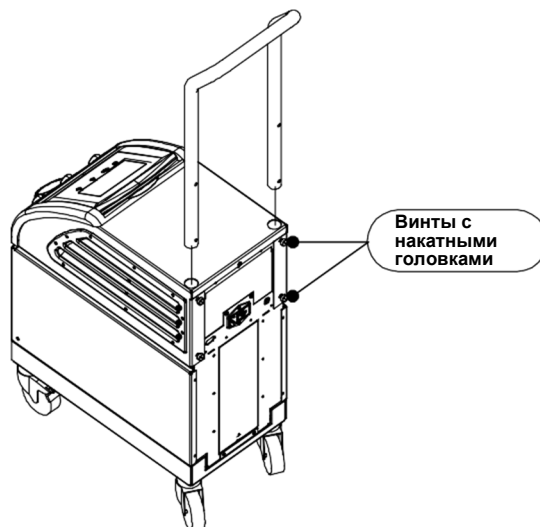

Рисунок 12: Установка ручки
Ручка съемная, закрепляется с помощью четырех винтов с накатной головкой на задней панели устройства. (См. Рисунок 12).
2. Вставьте два конца ручки в отверстия верхней крышки (обратите внимание на направление изгиба ручки), пока ручка не будет полностью вставлена (см. Рисунок 12).